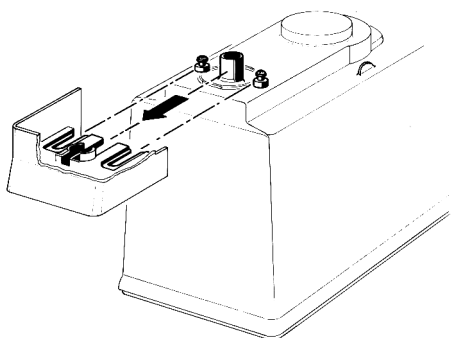

figura 8
2 - Desmontar el contenedor y ponerlo boca abajo. Desmontar el cuerpo grifo desde el contenedor mismo (ver figura 8).
- 1 - Enganchar otra vez el cubre-grifo y el cuerpo grifo al contenedor con operaciones inversas a las ilustradas en el desmontaje (ver figura 8).